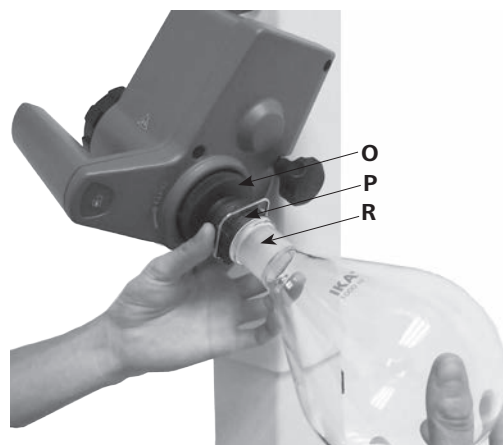

Fig. 15a
- エバポレータフラスコ (R) を蒸気パイプに取り付けます。(Fig. 15a)